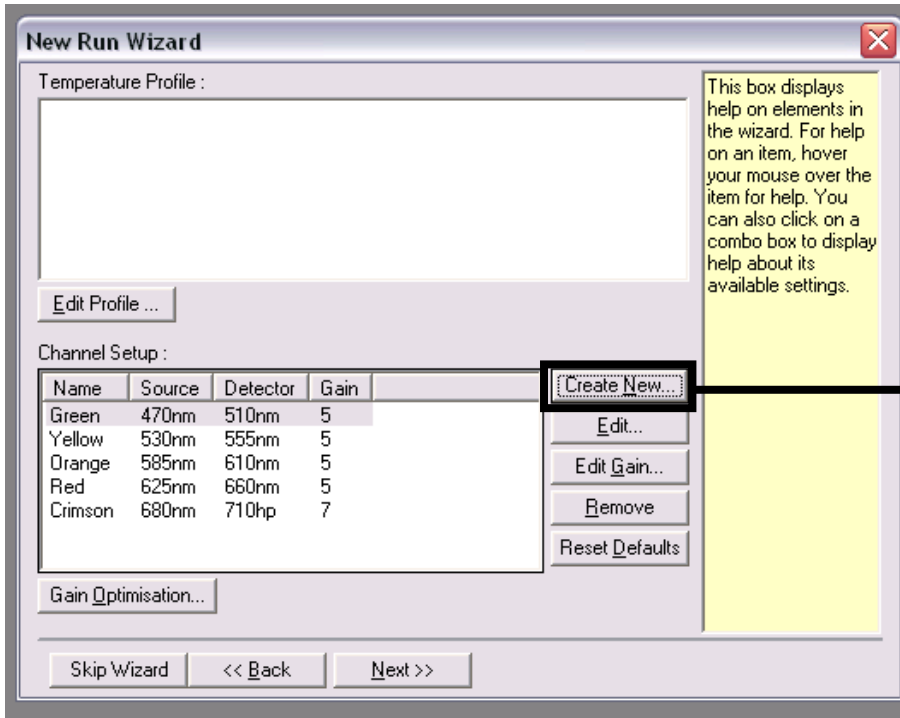
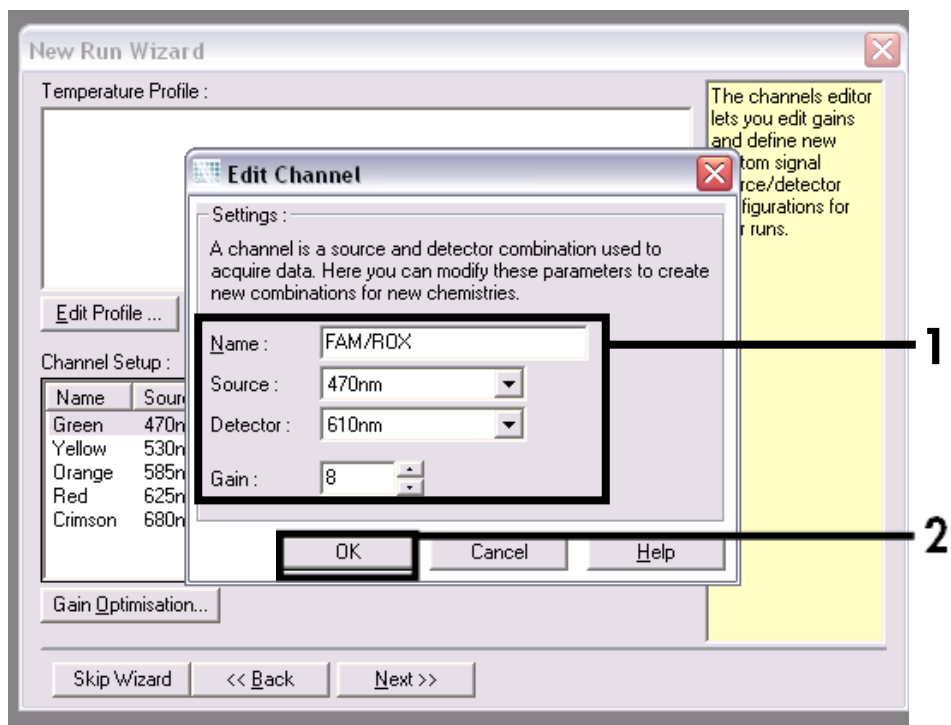
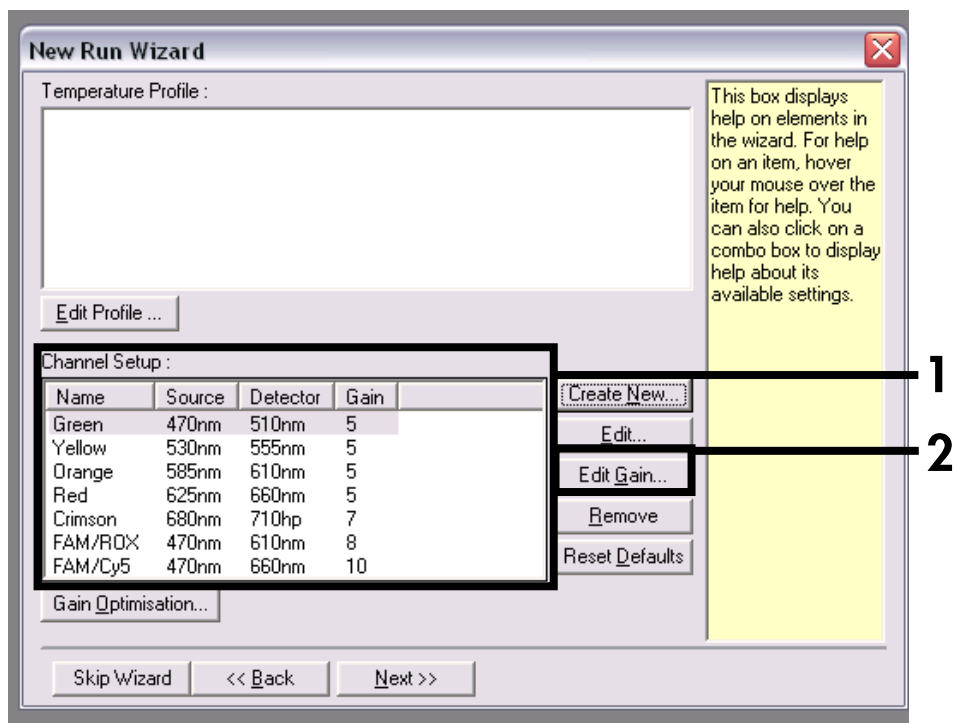

Abbildung 4. Erstellen neuer Kanäle.
Abbildung 5. Erstellen des neuen Kanals „FAM/ROX“.
Abbildung 7. Neue Kanäle hinzugefügt.
Erstellen neuer Kanäle	Abbildung 4 bis Abbildung 7
9. Klicken Sie im nächsten „New Run Wizard“-Dialogfeld (**Abbildung 4**) auf die Schaltfläche „Create New“ (Neuerstellung) und programmieren Sie 2 zusätzliche Kanäle wie in **Abbildung 5** bis **Abbildung 7** gezeigt.